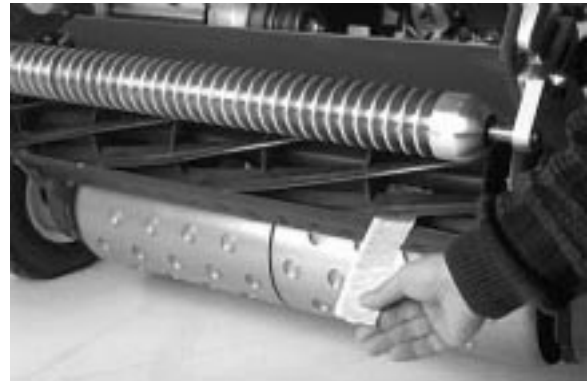

図 13
4. リール前面の左右いずれかの端を選び、リールと下刃の間に新聞紙片を差し入れる（図13）。リールをゆっくり前回転させながら下刃調整ネジを締め（新聞紙を入れた側の調整ネジを、1目盛りずつゆっくりと）下刃と平行に新聞紙を差し入れた時（リールの前から新聞紙が入ってくる時）にリールと下刃にかかるく挟まれる（手で引き抜ける程度）ように調整する（図11または12）。
6. 両側の調整ができれば再確認を行う：紙片をリールの前から差し込んだ時には、はさむだけ、下から差し込むと切れるのが正しい調整である（図13）。リールと下刃のごくわずかの接触で紙が切れなければいけません。接触を強くしないと切れない（紙片を引き抜くのに0.7 N.m=0.08 kg.m以上の力が要る）場合には、バックラップか再研磨が必要である（Toro 研磨マニュアルを参照のこと。）